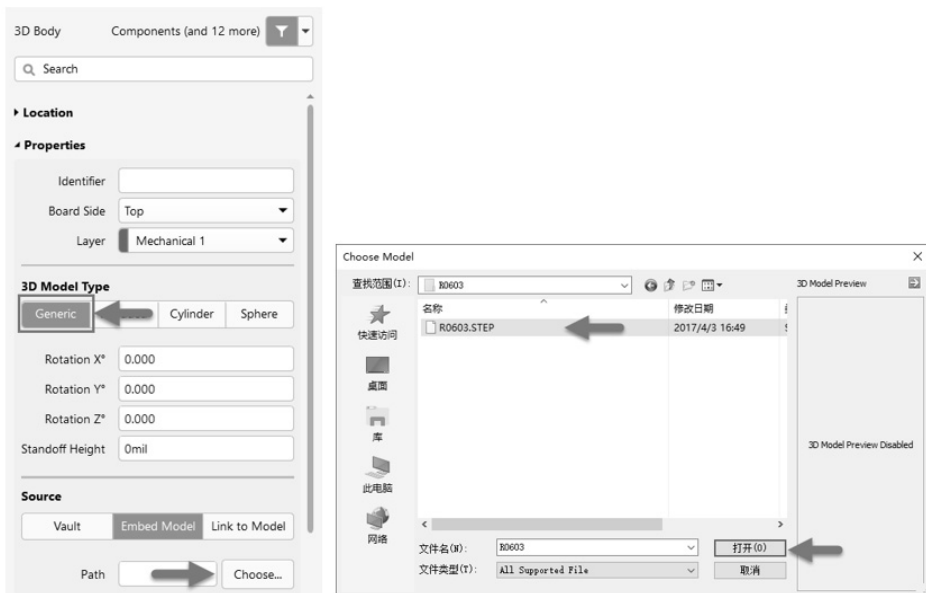

图 3-76 STEP 格式 3D 模型导入选项
(1) 打开 PCB 元件库, 找到 0603R 封装, 与上文中手工绘制 3D 模型步骤一样。
(2) 执行菜单栏中“放置”→“3D 元件体”命令, 软件会跳到机械层并出现一个十字光标, 按 Tab 键会弹出如图 3-76 所示模型选择及参数设置对话框, 选择 Generic 选项, 单击 Choose...按钮; 或直接单击“放置”菜单栏中的“3D 体”命令, 然后在弹出的 Choose Model 对话框中选择后缀为 STEP 或 STP 格式的 3D 模型文件。